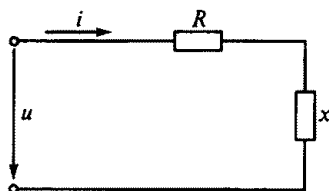

Рис. 95
3.50.Р. Каковы будут сопротивления R и x в схеме на рис. 95, если подведенное напряжение $u = 100\sqrt{2} \sin \omega t$, а ток в цепи $i = 14,1 \sin(\omega t + 90^\circ)$?